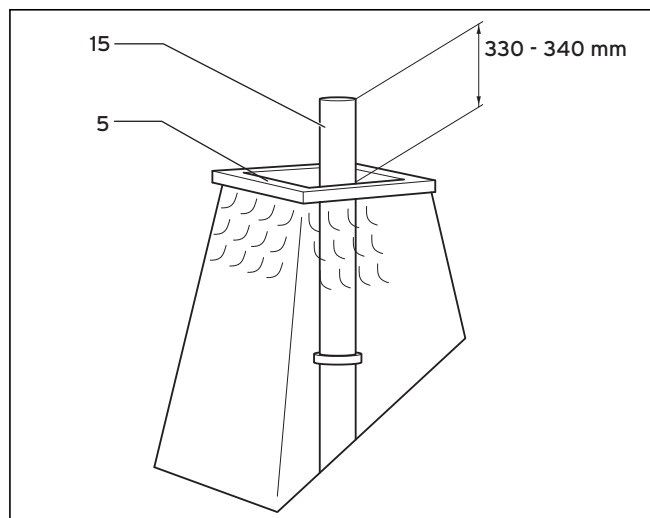

Рис. 6.54 Укорачивание трубы из нержавеющей стали
- Укоротите трубу из нержавеющей стали (15) согласно рис. 6.54.
- Вставьте трубу из нержавеющей стали (15) в соединительную деталь (3).